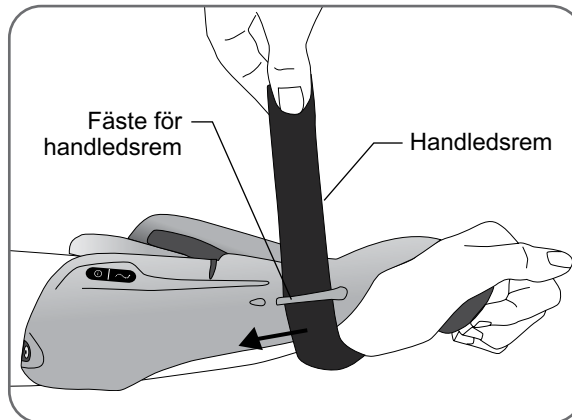

Bild 10-1: Lossa handledsremmen
2. Ta försiktigt loss handledsremmen och dra bort den från fästet för handledsremmen. Se bild 10-1.